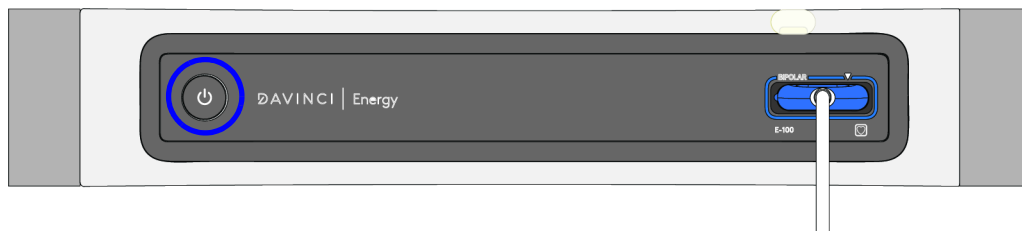

Figura 2.9 Pressionar e manter pressionado o botão Power
1. Pressione e mantenha pressionado o botão **Power** do E-100 (Figura 2.9). Um som de desligamento será emitido enquanto o E-100 se desliga.